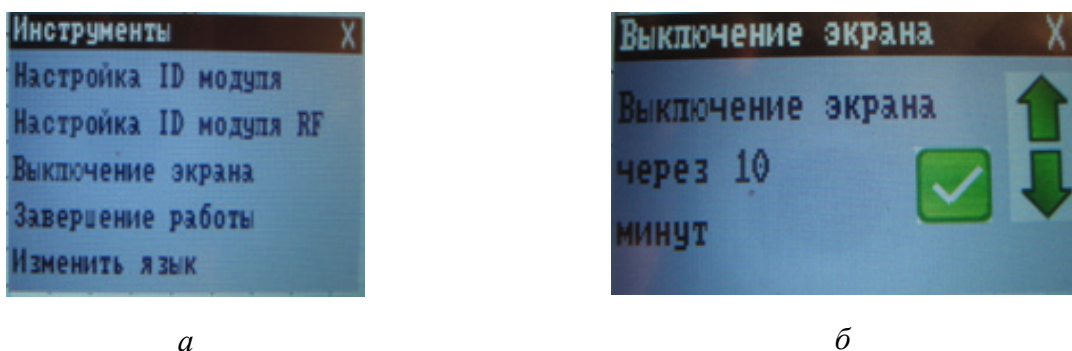

Рис. 3. Установка выключения экрана
5. Нажмите кнопку **Инструменты**  на панели инструментов. Откроется выпадающее меню (рис. 3а). Выберите строку **Выключение экрана** и установите с помощью стрелок  и  время 10 мин, нажав в конце кнопку  (рис. 3б).